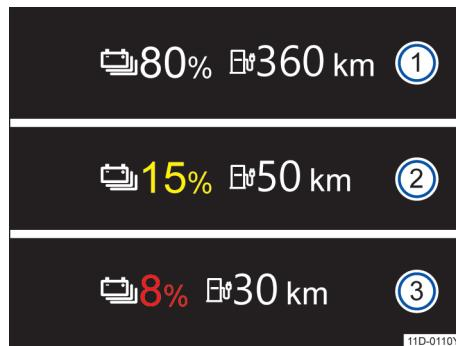

图 9 在数字组合仪表中：续驶里程和备用电量显示
关于仪表的解释 → 图 9：
通过数字组合仪表中的符号 和一个白色的百分比数显示高压电池的当前电量 → 图 9 ①。
根据设置，车辆的续驶里程以公里 (km) 为单位 → 图 9。
如果达到高压电池的备用电量区域，将显示符号 和一个彩色的百分比数 → 图 9 ②、③ → **▲**。